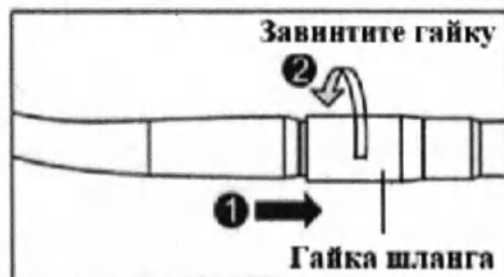

Рисунок 2
1. Вставьте муфту наконечника в соединитель шланга и прикрутите гайку шланга. (см. рисунок 2);